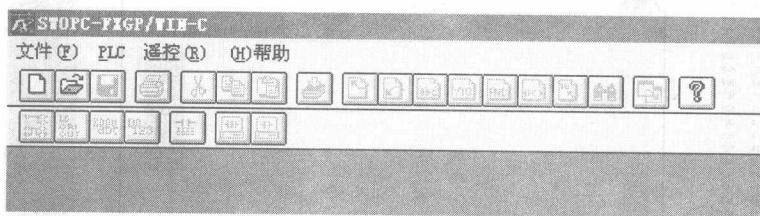

图 2-3 FXGP/WIN-C 启动界面
(3) 弹出 FXGP/WIN-C 应用窗口。此窗口有【文件】、【PLC】、【遥控】、【帮助】等菜单及工具栏，如图 2-3 所示。